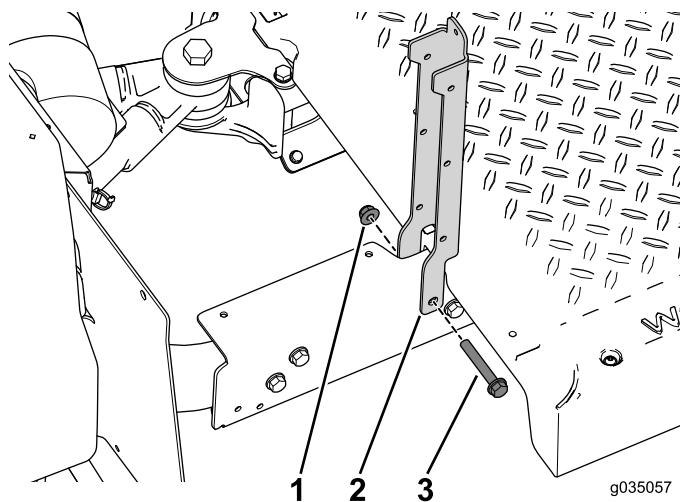

**Bild 39**
3. Befestigen Sie die linken und rechten Sitzstützen mit den vier Bundbolzen ( $\frac{3}{8}$ " x 2 $\frac{1}{2}$ "), Distanzstücken und Bundmuttern an der Maschine (Bild 39).